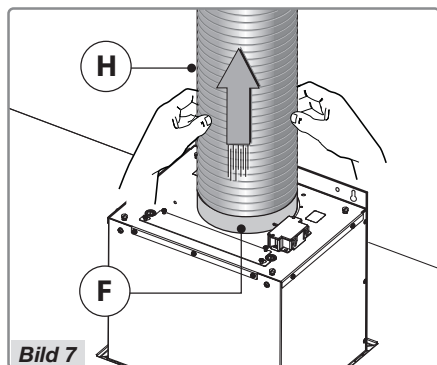

Bild 7
- Fäst luftutsläppsröret **H** (medföljer ej) i anslutningsflänsen **F** enligt bild 7.